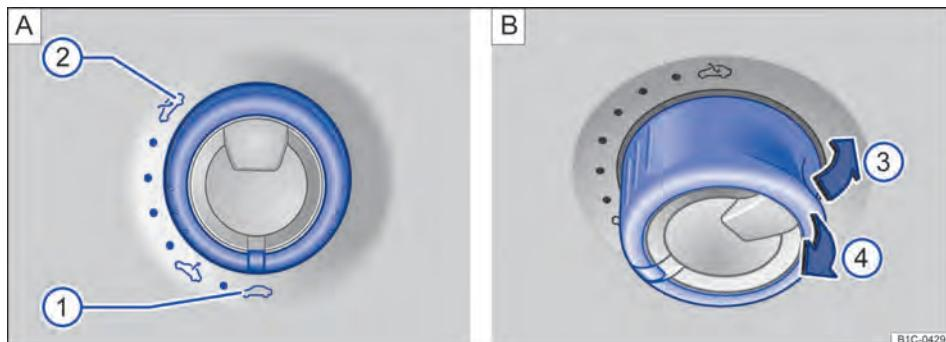
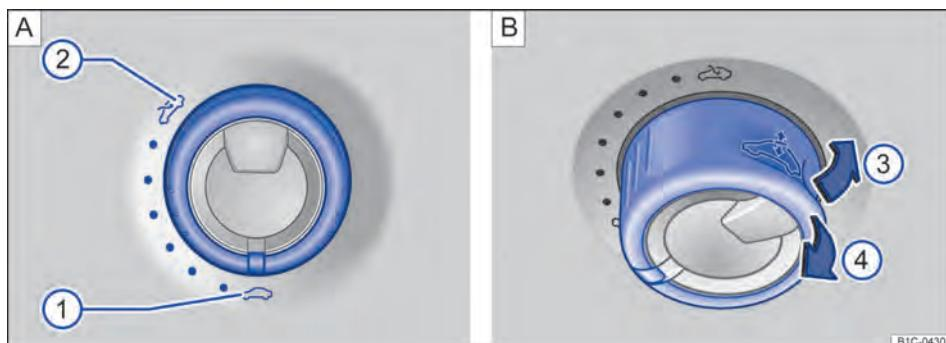

Fig. 37 No revestimento do teto: interruptor para levantamento, abertura ou fechamento do teto solar panorâmico elétrico de vidro (variante 1).
Fig. 38 No revestimento do teto: interruptor para levantamento, abertura ou fechamento do teto solar panorâmico elétrico de vidro (variante 2).
Para levantar o teto solar panorâmico elétrico de vidro, é necessário que o interruptor se encontre na posição de base ⇒ Fig. 37 A ① ou ⇒ Fig. 38 A ①.
⇒ Fig. 37 A ou ⇒ Fig. 38 A
⇒ Fig. 37 B ou ⇒ Fig. 38 B
- Segurar o interruptor mais na posição \Rightarrow Fig. 37 B (seta ④) ou \Rightarrow Fig. 38 B (seta ④). O teto solar panorâmico elétrico de vidro se abre e se fecha sozinho!